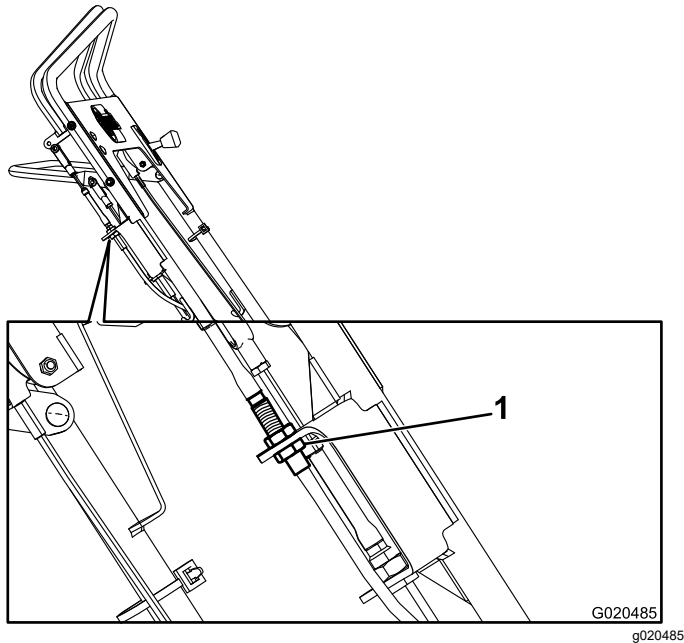

Bild 31
- Lösen Sie die Gestängeeinstellung an der Halterung und nehmen Sie ab (Bild 31).
- Schieben Sie die untere Mutter zum Ende des Gewindes (Bild 31).